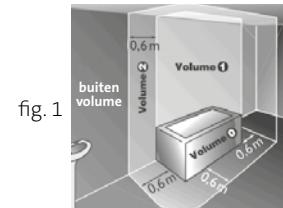

fig. 1
- Het kan in volume 2 en erbuiten (Fig.1) van de badkamer worden geplaatst, voor zover die positie buiten handbereik is van personen die zich in het bad of onder de douche bevinden. Het toestel hoeft niet op een aardingslus te worden aangesloten. Dit toestel mag nooit worden geïnstalleerd met de voeding aan de bovenzijde.